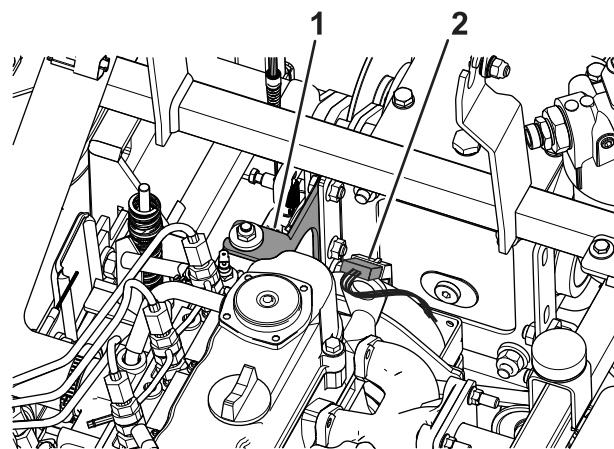

Figure 78
5. Débranchez le connecteur de fil correspondant à l'embrayage (Figure 78).
6. Retirez les 3 boulons et les 3 écrous qui fixent le support d'embrayage au cadre et à l'embrayage (Figure 78).